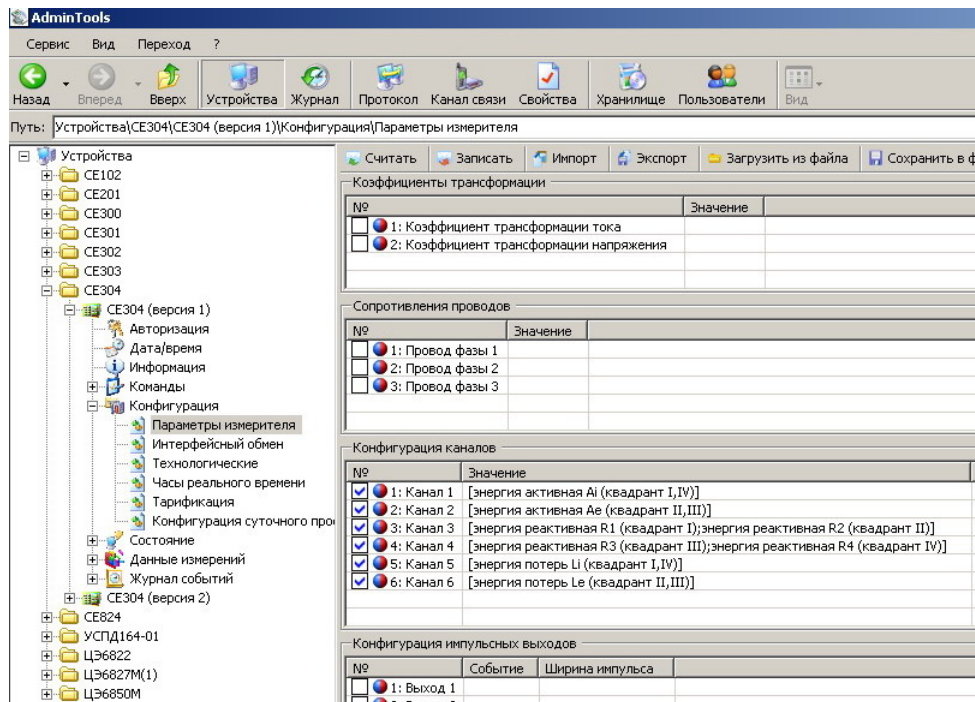

Рис. 5. Конфигурация счётчика. Параметры измерителя.
В ветке «CE304\Конфигурация\Параметры измерителя» (см. рис. 5) настраиваются параметры: коэффициенты трансформации и конфигурация каналов.
8. Записать конфигурацию каналов, как показано на рис. 5.